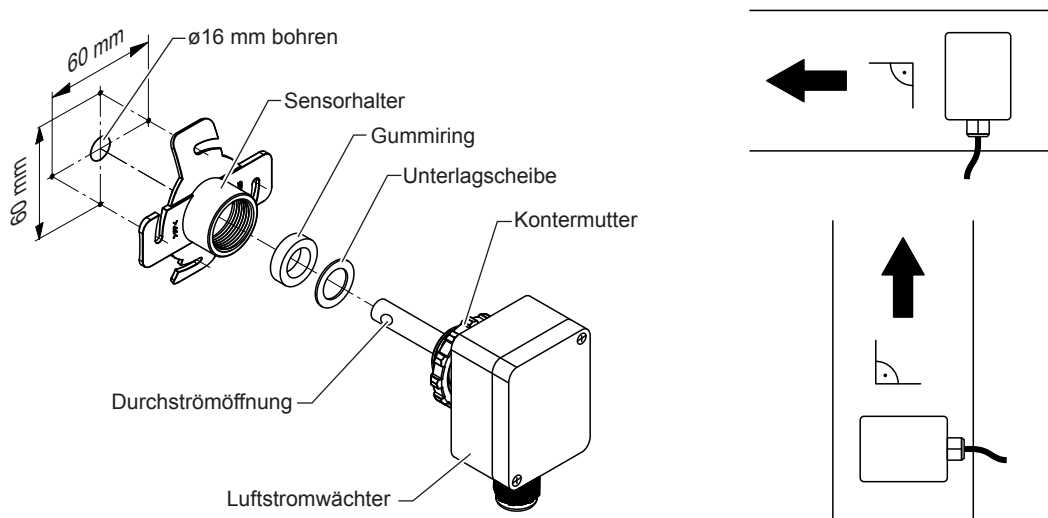

Abb. 34: Montage des Luftstromwächters
3. Die zwei Muttern, die bei der Lieferung auf dem Gewinde des Sensorschafts aufgeschraubt sind, entfernen (in der Abb. 34 **nicht** gezeigt).
4. Den Luftstromwächter mit dem Gummiring und der Unterlagscheibe so in den Sensorhalter einschieben, dass die Durchströmöffnung genau in Luftstromrichtung zeigt. Die Durchströmöffnung zeigt in Luftstromrichtung, wenn die Längsseite des Sensorgehäuses 90° zur Luftstromrichtung ausgerichtet ist (siehe Abb. 34). Anschliessend den Luftstromwächter mit der Kontermutter befestigen.